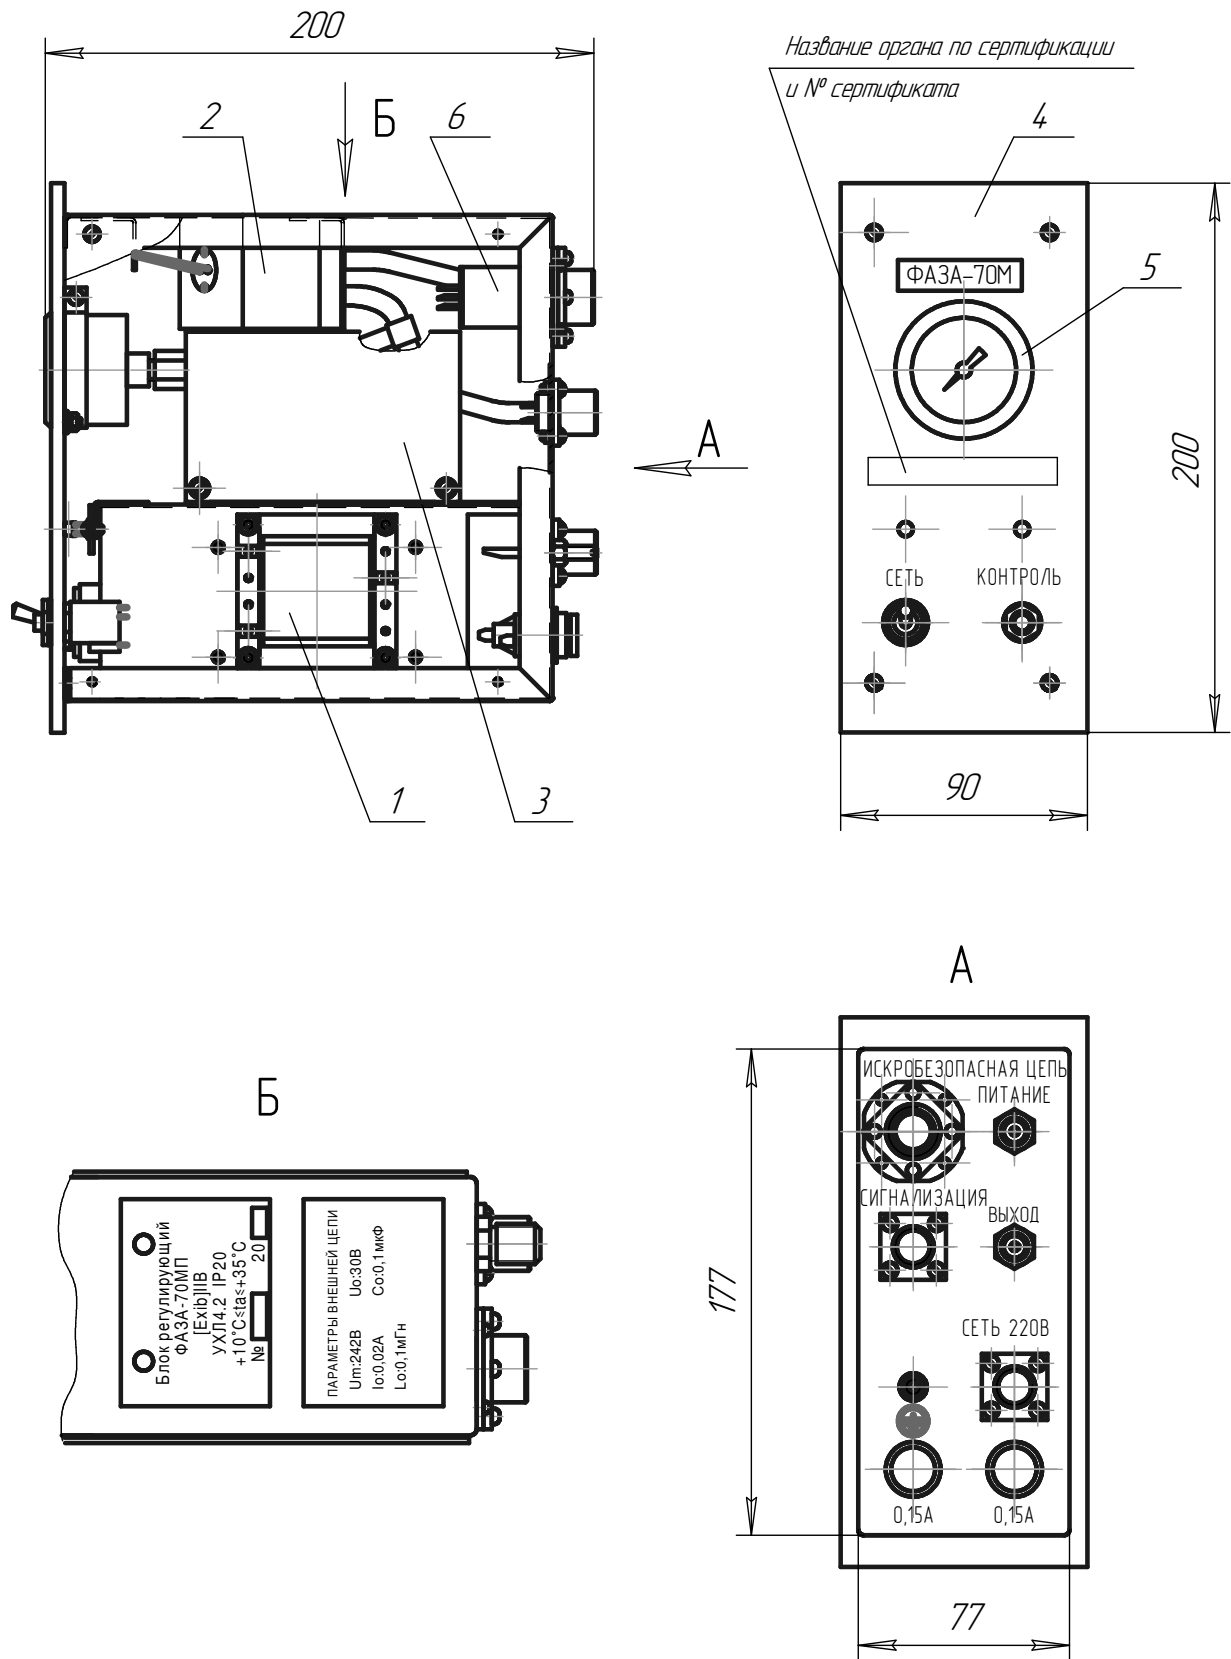
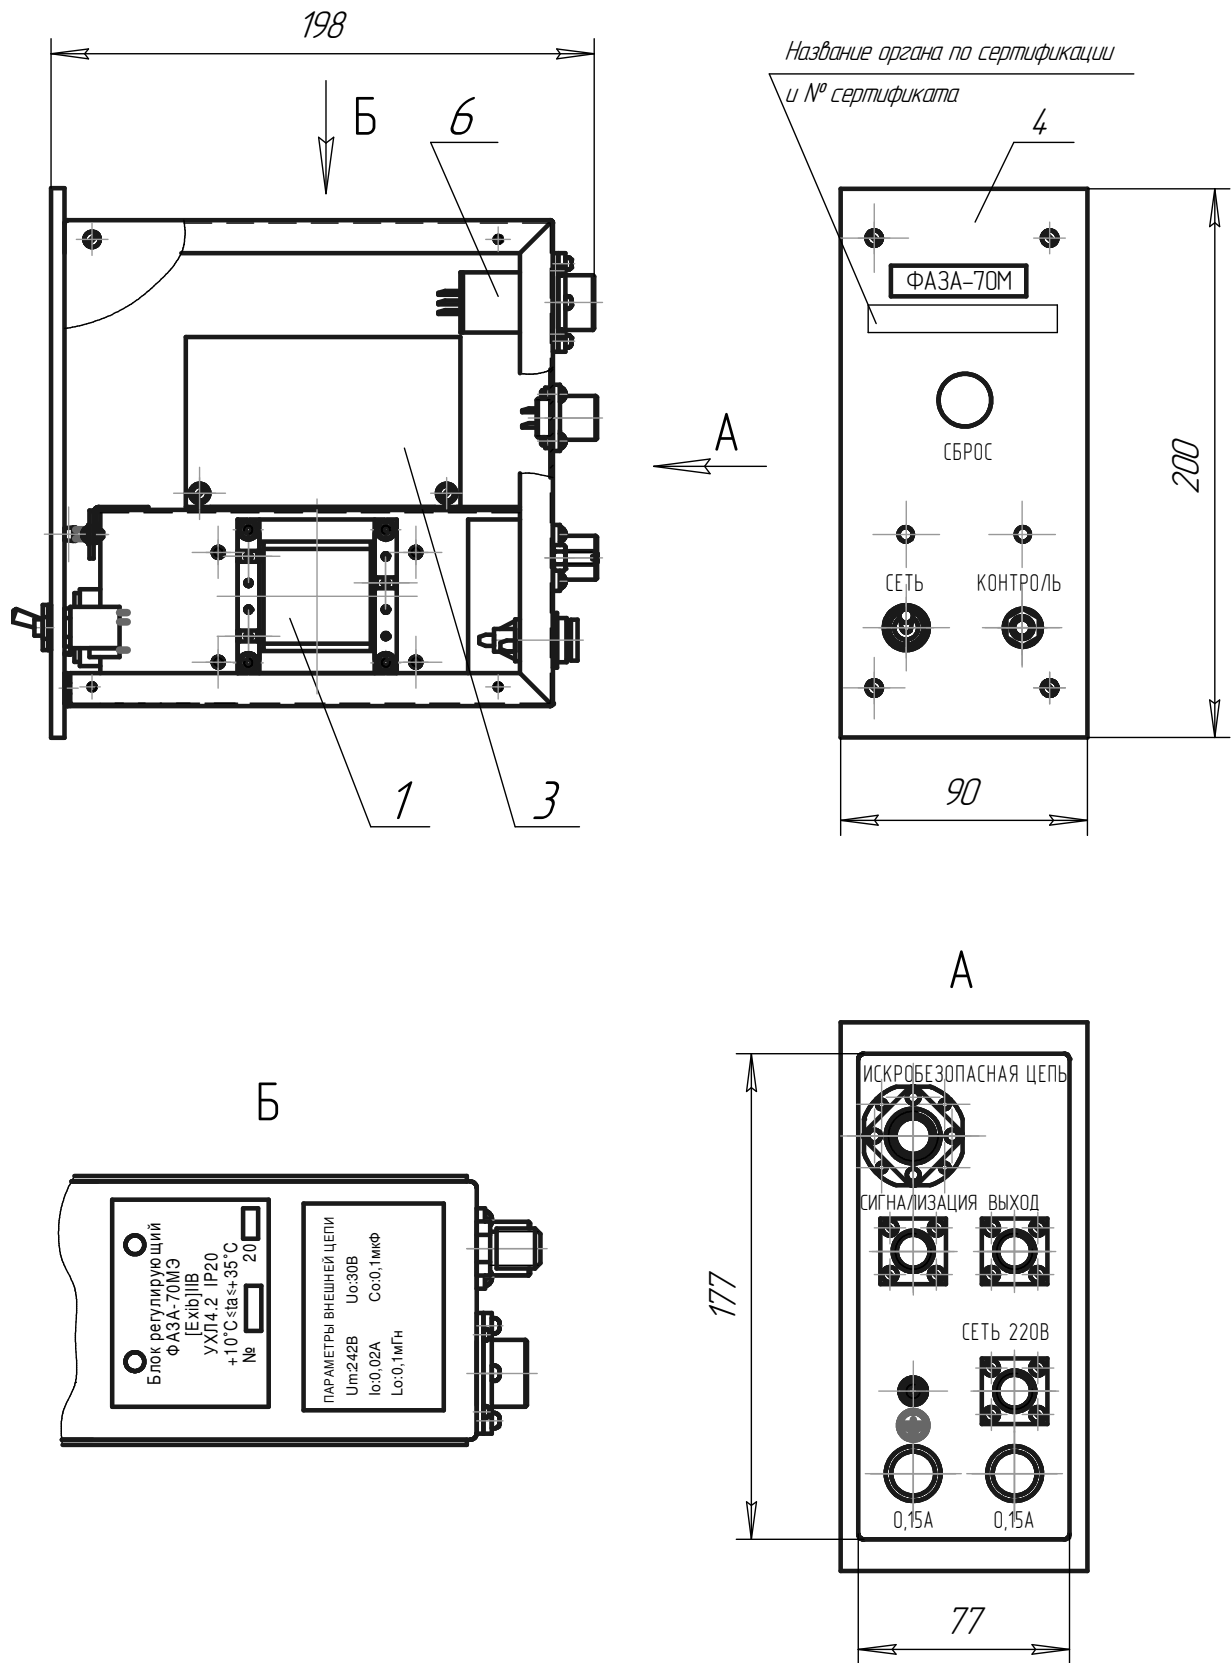

Рисунок 1
Рисунок 2
1.5.1.2 На задней стенке у соответствующих разъемов и штуцеров имеются надписи: ИСКРОБЕЗОПАСНАЯ ЦЕПЬ, ПИТАНИЕ, СИГНАЛИЗАЦИЯ, ВЫХОД, СЕТЬ 220 В, 0,15 А – рисунок 1; ИСКРОБЕЗОПАСНАЯ ЦЕПЬ, СИГНАЛИЗАЦИЯ, ВЫХОД, СЕТЬ 220 В, 0,15 А – рисунок 2.